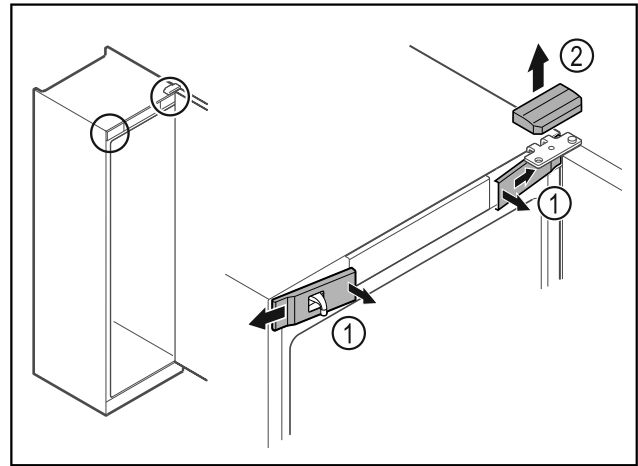

Fig. 11
- ▶ Звільніть передні кришки Fig. 11 (1) всередині від фіксатора та поверніть убік.
- ▶ Зніміть верхню кришку Fig. 11 (2) вгору.